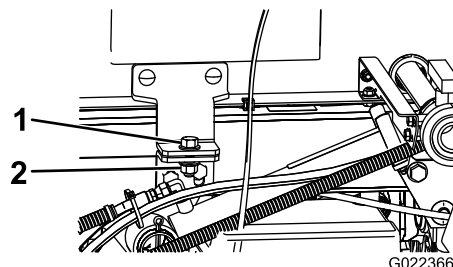

Рисунок 96
5. Выверните предохранительные болты из передней части рамы (Рисунок 96).